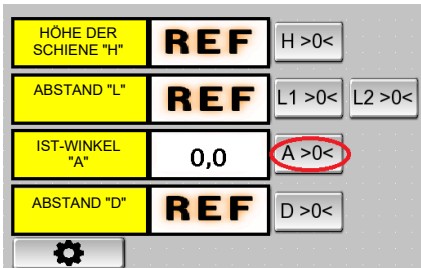
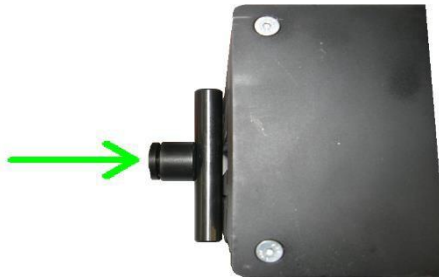

Abb. 49
Abb. 50
- Verwenden Sie ein flaches Stück, um die Hebel mit dem Körper des Messeinsatzes auszurichten (Abb. 50). Halten Sie die Hebel an der Platte fest und drücken Sie den Knopf A auf der Gegenhöhe A (Abb. 49).